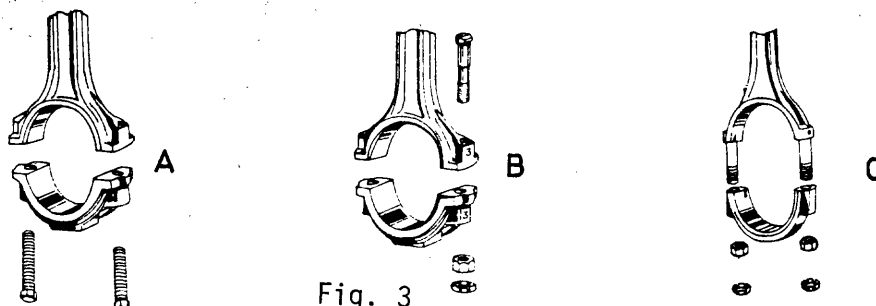

Fig. 3
La tapa se fija al pie (fig. 3), por medio de tornillos de acero especial (A), tornillos pasados con tuerca (B) o prisioneros fijados al pie de la biela (C).